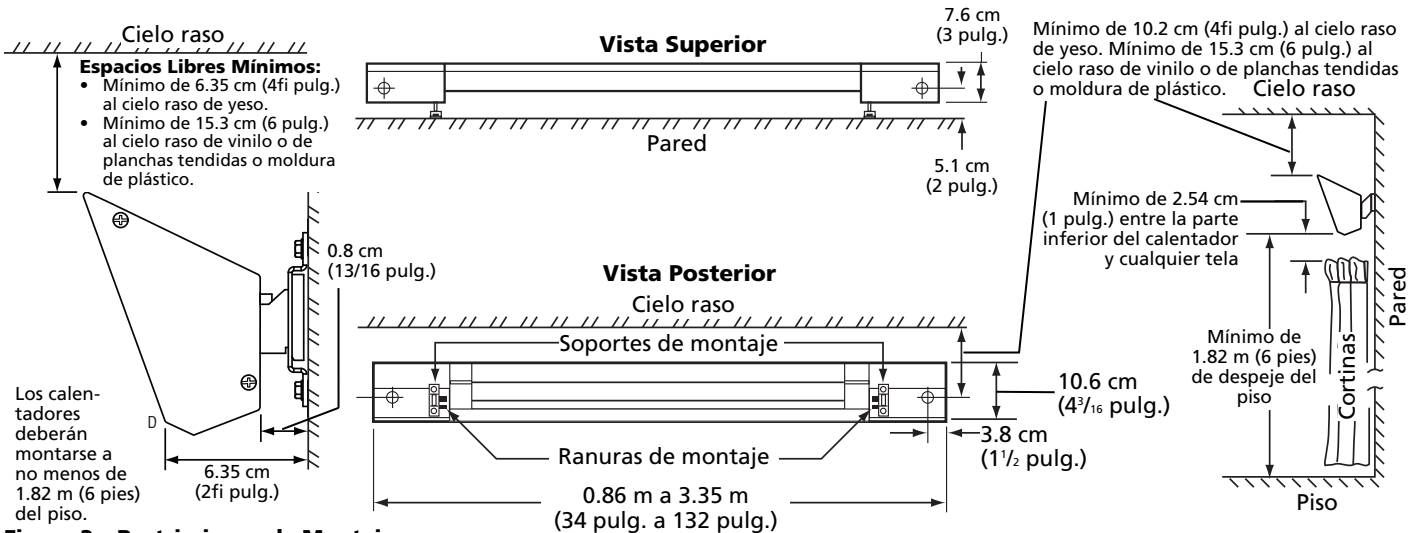

Figura 2 – Restricciones de Montaje
sobrecalentamiento, consulte la Figura 2 a fin de ver los requisitos de espacio libre mínimo lateral, superior e inferior.
- Determine el espacio libre adecuado para el cielo raso de acuerdo con la Figura 2. Haciendo uso de la Tabla 1, determine la distancia de centro a centro de los Soportes Extremos de Pared para el modelo en particular (vataje) que se va a montar. Divida el valor por 2 para determinar la posición aproximada de montaje del